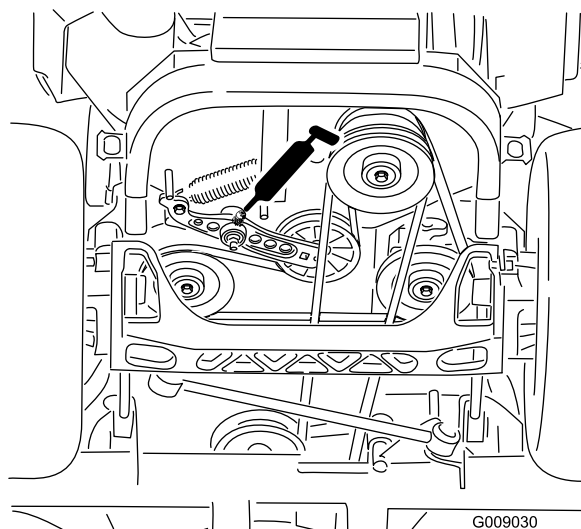

Figure 44
5. Graissez le bras de la poulie de tension de la courroie d'entraînement (Figure 44).